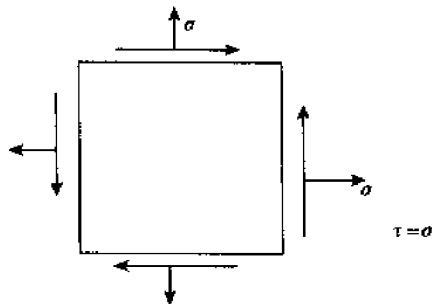

图 7-32
7. 如图 7-32 所示单元体属于_____应力状态。(填“单向”、“二向”、“三向”或“纯剪”)